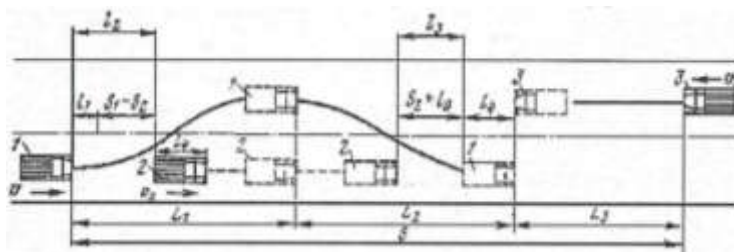

Рисунок 1 - Схема для определения расстояния видимости из условия обгона.
3. Определение расчетного расстояния видимости при обгоне. По этой схеме (рис. 1) расчет ведется из предположения, что обгоняющий автомобиль (автомобиль 1), двигающийся со своей скоростью v_1 , обгоняет автомобиль 2, двигающийся со скоростью v_2 , с выездом на полосу встречного движения. При этом принимаем участок дороги горизонтальным, скорость движения встречного автомобиля.